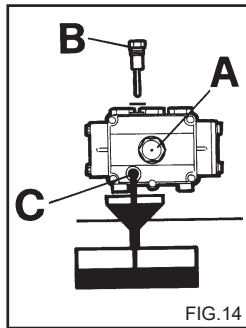

FIG.14
- 1) Skru opp drens-skruen på undersiden av pumpen (fig. 14 C).
- 2) Bruk peilepinnen til å skru av dekslet (fig. 14).